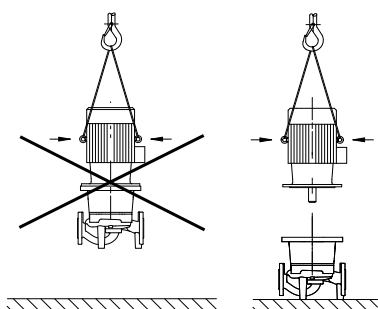

Fig. 18: Elevación del motor
- Las argollas de elevación situadas en el motor sirven sólo para transportar la carga del motor y no la bomba completa (Fig. 18).